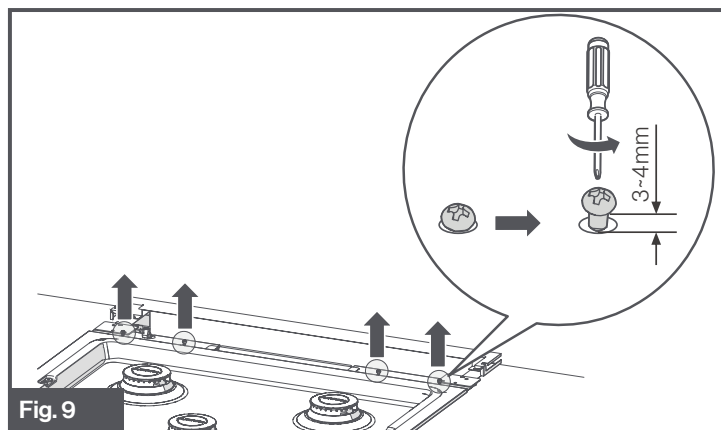

Fig. 9
1. Desserrez les 4 vis à l'arrière de la table de cuisson et laissez un espace de 3 à 4 mm. (Fig. 9)